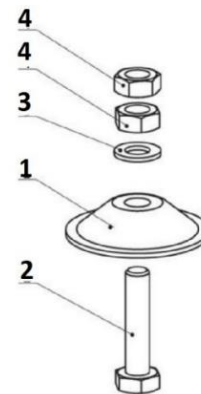

Bild 2d;
*In den Fällen, wenn die einstellbaren Zapfen mehrteilig sind, können Sie diese auf die beschriebene Weise zusammenfügen (Bild 2d):